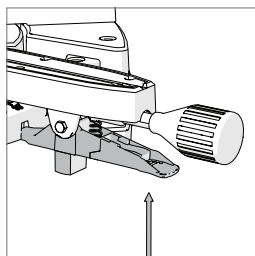

Fig. 31
- Sollevare la leva di arresto del fermo di battuta. (**Fig. 31**)